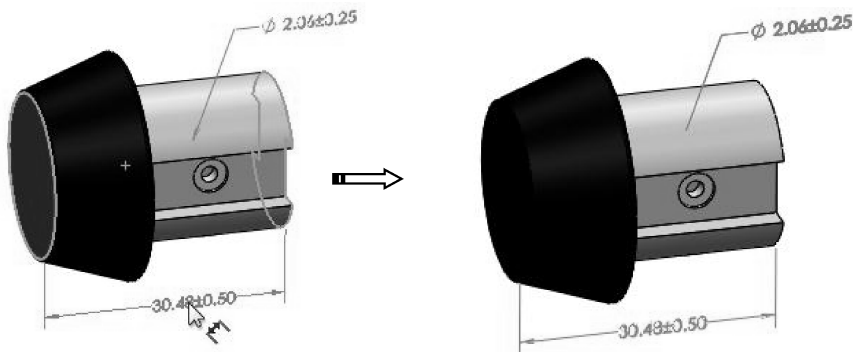

图 5-41 选择另一端面并放置尺寸
- 06 再选择相对的另一端面, 并将位置尺寸放置在下方, 如图 5-41 所示。保留默认设置, 关闭【DimXpert】属性面板。